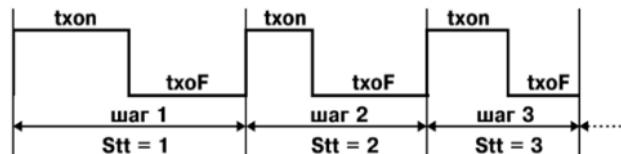

Рисунок 3.3
3.1.2.4 Каждый из тридцати шагов последовательности имеет свою пару параметров «txOn» и «txoF», которая выбирается при программировании прибора параметром «SttX» (рисунок 3.3). Каждый цикл может содержать от одного до тридцати шагов, длительность каждого из которых задается параметрами «txOn» и «txoF».